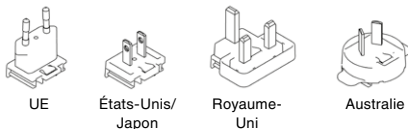

Fig. 3
L'adaptateur principal de l'alimentation électrique du pays (4) est interchangeable, ce qui permet un fonctionnement à l'échelle mondiale. Les fig. 3 et 4 décrivent la procédure de changement de prise.